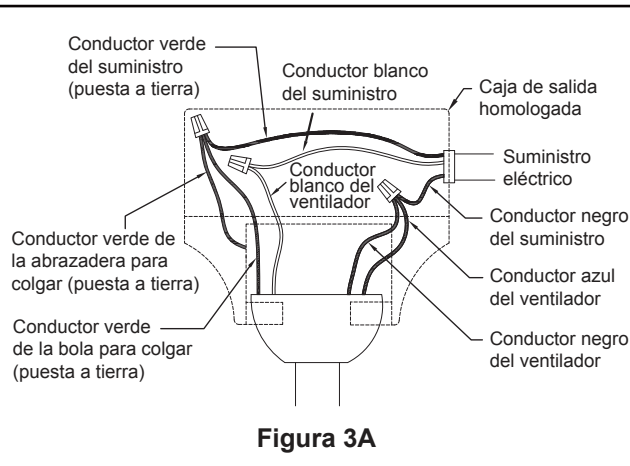

Figura 3A
2. Una vez haya hecho las conexiones, teniendo cuidado de no pillar los cables. Poniendo los cables blancos y verdes a un lado de la caja y los negros hacia el otro lado. Coloque los cables hacia arriba y empújelos cuidadosamente hacia dentro de la caja de la toma de corriente, los cables deben ser colocados de forma extendida poniendo el conductor de la toma de tierra y el conductor de toma de tierra del equipo a un lado de la caja, colocando el conductor sin toma de tierra en el otro lado de la caja. (Figura 3A)